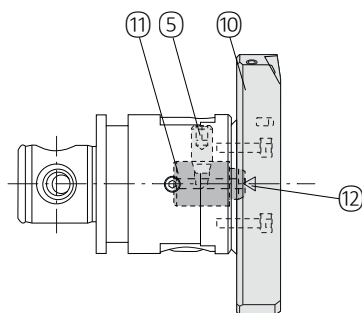

Fig. 4
**Guide cranté avec alimentation pour arrosage (Fig. 4)**